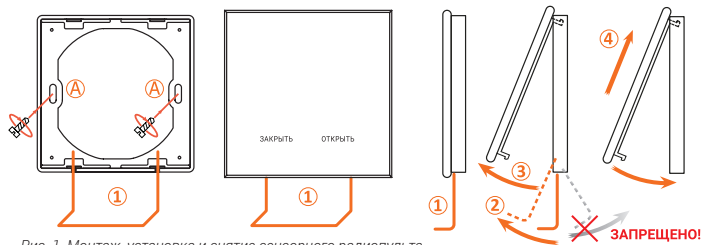

Рис. 1. Монтаж, установка и снятие сенсорного радиопулты
• Закрепите на стене специальную пластиковую рамку с помощью двух саморезов в отверстия (A) рис. 1 или приклейте ее на ровную поверхность с помощью двухстороннего скотча (входит в комплект).